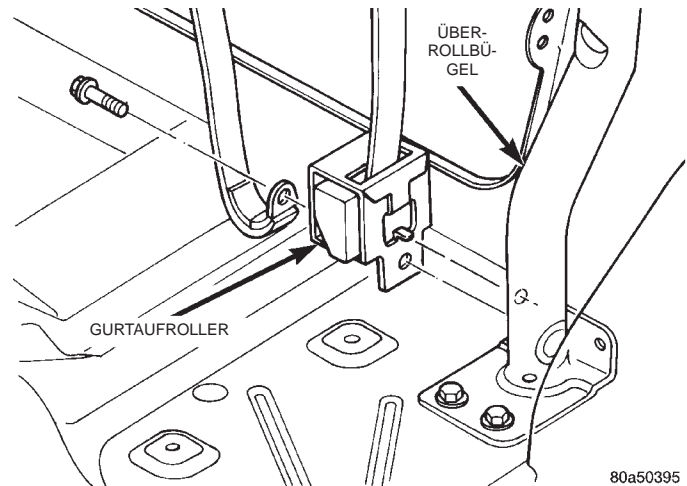
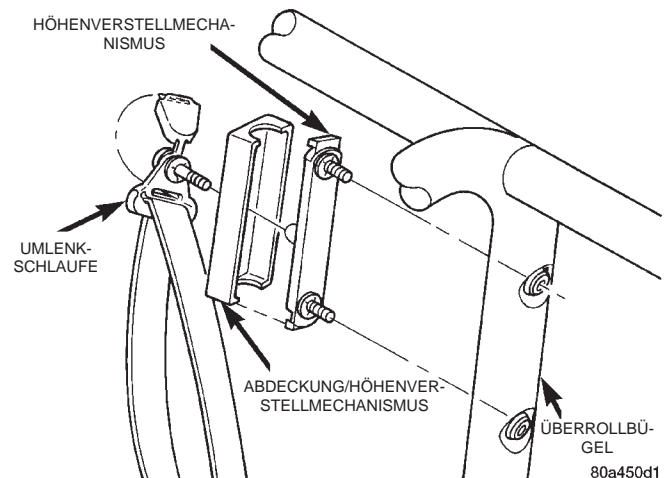

Abb. 51 Gurtaufroller vorn
Abb. 52 Umlenkschleife vorn
- (1) Vordersitz ganz nach vorn schieben.
- (2) Befestigungsschraube lösen, mit der der Gurtaufroller am Überrollbügel befestigt ist (Abb. 51).
- (3) Mit einer schmalen flachen Klinge die Abdeckung der Umlenkschleife abhebeln.
- (4) Befestigungsschraube lösen, mit der die Umlenkschleife am Höhenverstellmechanismus befestigt ist (Abb. 52).
- (5) Gurt komplett aus dem Fahrzeug nehmen.